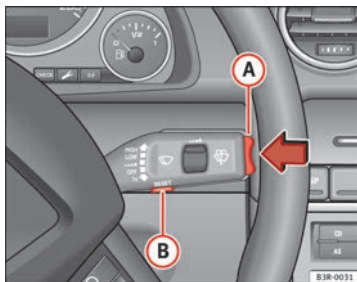

Abb. 60 Scheibenwischerhebel: Bedienelemente des Bordcomputers
Durch Drücken der Reset-Taste **(B)** ⇒ Abb. 60 kann zwischen den Funktionen 1 und 2 des Bordcomputers umgeschaltet werden.
Durch kurzes Drücken des Funktionswahlschalters oder der **Reset**-Taste ⇒ **Abb. 60** können Sie den Fahrzeitalarm abstellen.
- Drücken Sie oben oder unten auf den Funktionswahlschalter **A** ⇒ Abb. 60. Dadurch werden die Funktionen des Bordcomputers in den jeweiligen Speicherebenen nacheinander angezeigt.